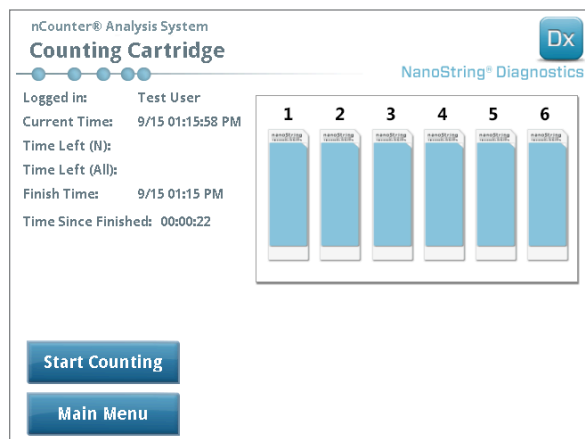

FIGURA 6.8: schermata di conteggio delle cartucce con sei cartucce completate
- Quando termina la scansione di una cartuccia, all'utente viene inviata una notifica via e-mail e la schermata di elaborazione cambia, in modo da rispecchiare che l'elaborazione della cartuccia è stata completata (**FIGURA 6.8**). Una volta ricevuta l'e-mail di notifica del completamento della scansione, estrarre la cartuccia. In caso di errore dello strumento, o se i referti non sono disponibili, conservare la cartuccia in una scatola opaca (per proteggerla dalla luce) a una temperatura di 4 °C per un tempo massimo di una settimana. Per ricevere assistenza, contattare dxsupport@nanosttring.com.